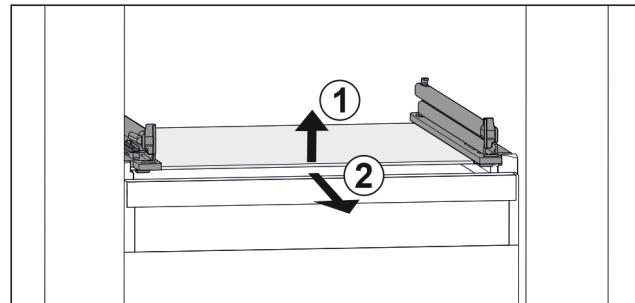

Fig. 141 玻璃隔板例图
- ▶ 抬起玻璃隔板前部。 Fig. 141 (1)
- ▶ 向前取出玻璃隔板。 Fig. 141 (2)